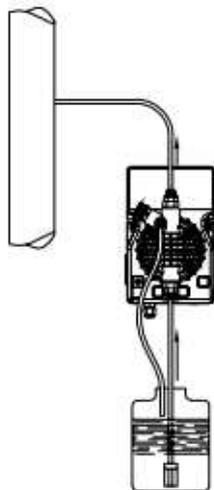
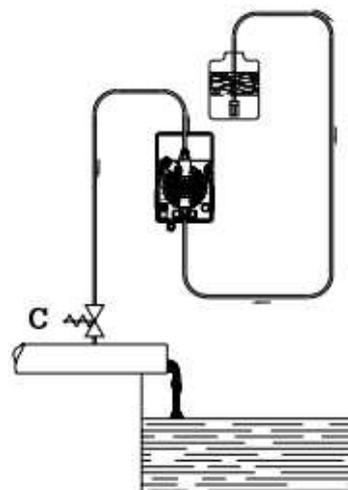

Fig. 5
Fig. 6
- c. - Stellen Sie die Pumpe so auf wie in Fig.5 dargestellt, berücksichtigen Sie dabei, dass die Pumpe unterhalb oder oberhalb der Ebene platziert wird, in der sich die zu dosierende Flüssigkeit installiert worden ist. Die Pegeldifferenz darf 2m nicht überschreiten. Wird die Prozessanlage, in der die Pumpe eingebaut ist, bei Normaldruck (kein Staudruck) betrieben und der chemische Tank ist über der Anlage (Fig. 6) montiert, sollte der Zustand des Dosierventil in regelmäßigen Abständen überprüft werden, da dieser Betrieb zu übermäßigen Verschleiß führen kann. In dem Fall ist es möglich, dass das Additiv bei abgeschalteter Pumpe in die Fertigungsanlage gelangt. Tritt dieses Problem auf, installieren Sie ein Gegendruckventil (C) zwischen der Einspritzstelle und der Pumpe. Im Fall von Flüssigkeiten, die aggressive Dämpfe erzeugen, darf die Pumpe nicht über dem Speichertank installiert werden, es sei den die Pumpe ist hermetisch abgedichtet.